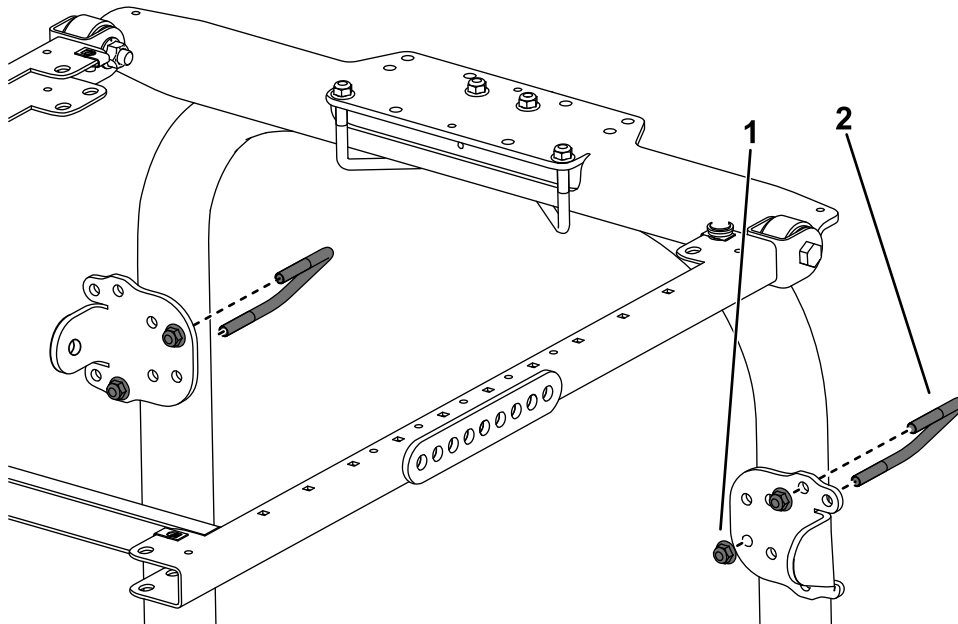

**Figura 18**
- Coloque el soporte de montaje del ROPS encima de la barra antivuelco de la unidad de tracción (Figura 18).
- Instale el conjunto del chasis en el soporte de montaje del ROPS (Figura 18).
- Usando los taladros de montaje indicados en la Figura 18, monte el soporte de montaje del ROPS en la parte superior de la barra antivuelco con 2 pernos en U (4-1/2" x 2-3/4") y 4 tuercas con arandela prensada.